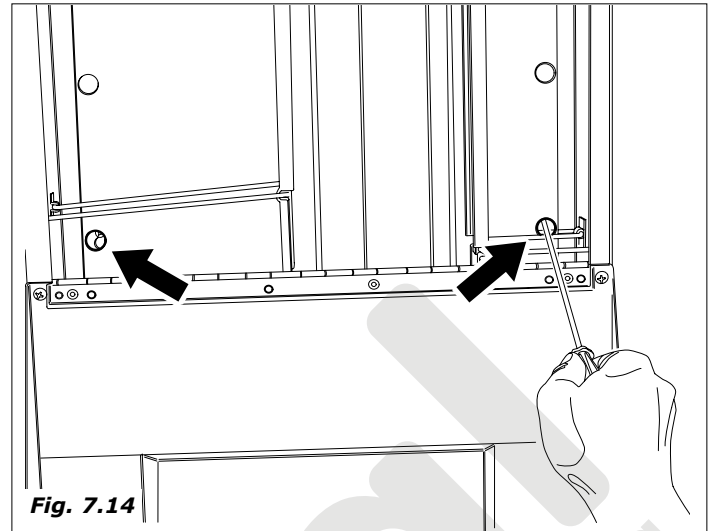

Fig. 7.14
- En el espacio de los vasos, localizar los dos agujeros laterales de acceso a los tornillos (Fig.7.14) y con un destornillador cruciforme medio con cuerpo largo, aflojar sin extraerlos.